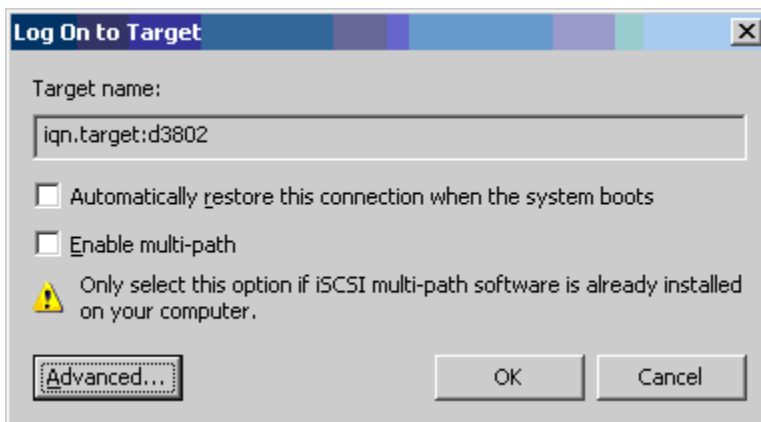

図 11-14. Log On to Target (ターゲットにログオン)
10. Log On To Target (ターゲットにログオン) ダイアログボックス (図 11-14) で、**Advanced** (詳細設定) をクリックします。